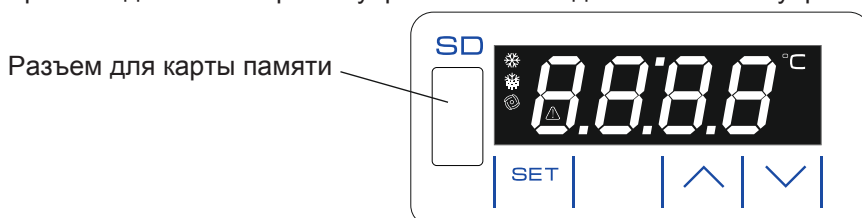

Рис. 2 Блок управления БУ-M01
7.2.1 Блок управления БУ-M01 обеспечивает: поддержание температурного режима в камере, индикацию температуры, включение звуковой сигнализации при выходе температуры в камере за установленные пределы и отключении электропитания, автоматическое отключение вентилятора при открытой двери холодильника. Блок управления БУ-M01 комплектуется картой памяти объемом не менее 128 Мб (установлена в блок управления) для записи показаний в энергонезависимую память в формате ".txt" каждые 5 минут (данный интервал времени установлен на предприятии - изготовителе и может быть изменен потребителем от 1 раза в минуту до 1 раза в час) и аккумуляторными элементами питания, которые обеспечивают запись температурных параметров в отсутствие электропитания в течении 24 часов. В основном рабочем режиме, на дисплее отображается текущая температура в холодильной камере и символы (охлаждения, нагревания, вентиляции, °C). Одновременно с этим происходит сохранение информации во внутренней памяти блока управления о текущей температуре, с заданным интервалом времени. При переполнении внутренней памяти, происходит перезапись наиболее старых значений новыми. Датчик температуры размещается внутри камеры холодильника. Органы управления выведены на панель управления холодильника (рис.2):